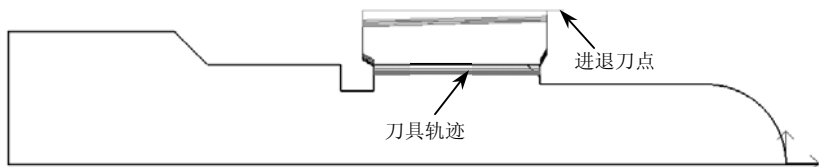

图 6-50 螺纹刀具加工轨迹
(2) 确定进退刀点 指定一点作为刀具加工前和加工后所在的位置，如图 6-50 所示。要保证选取的点在进退刀时不会与工件发生干涉。
(3) 生成刀具轨迹 当确定好进退刀点后，系统会自动生成绿色的刀具轨迹，如图 6-50 所示。